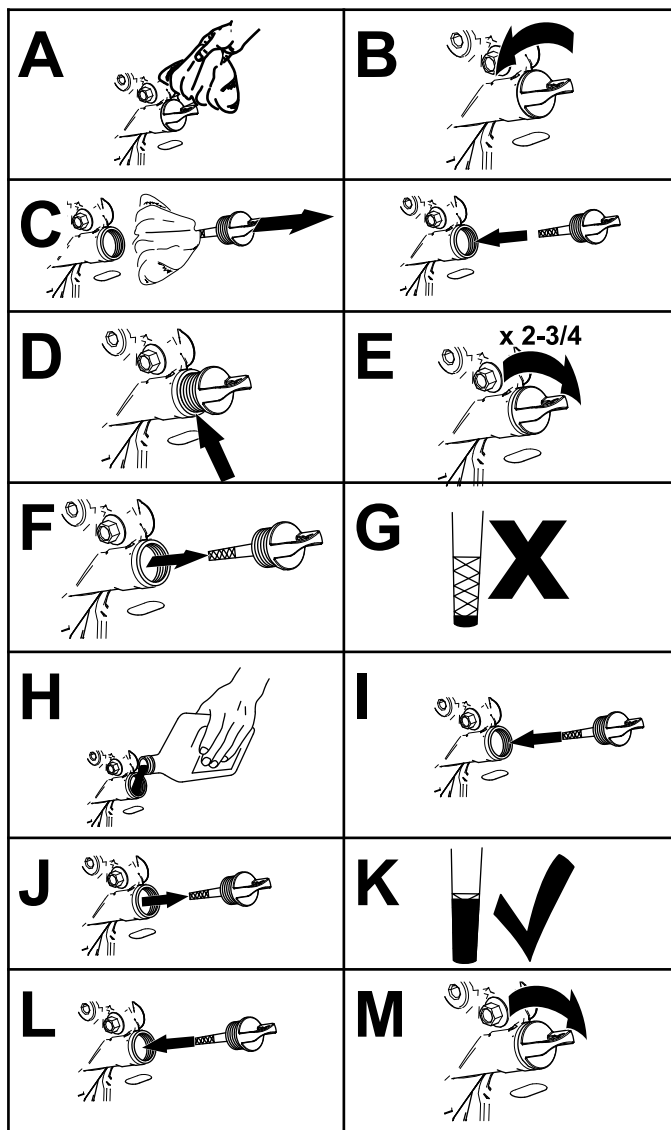

Рисунок 35
4. Проверьте уровень масла в двигателе, как показано на Рисунок 35.